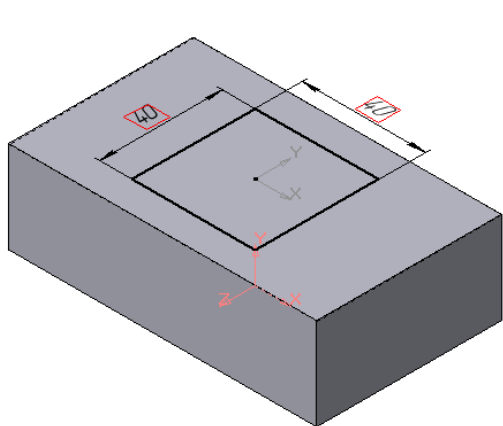
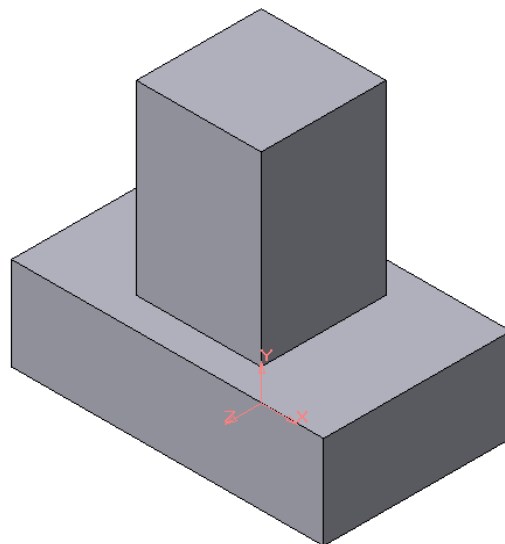

Рис.4 Эскиз призмы
Рис.5 Операция приклеивания элемента
2. Для построения верхнего элемента детали – прямоугольной четырехгранной призмы на верхней плоскости основания вычертим эскиз – квадрат со сторонами 40 мм (рис.4) и приклеим призму выдавливанием на 50мм (рис.5).